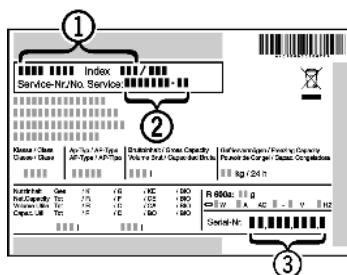

Fig. 20
- ▶ Apparaataanduiding Fig. 20 (1), service-nr. Fig. 20 (2) en serie-nr. Fig. 20 (3) van het typeplaatje aflezen. Het typeplaatje bevindt zich aan de linkerkant binnen in het apparaat.
- ▶ Contact opnemen met de Technische Dienst en het probleem, apparaataanduiding Fig. 20 (1), service-nr. Fig. 20 (2) en serie-nr. Fig. 20 (3) mededelen.